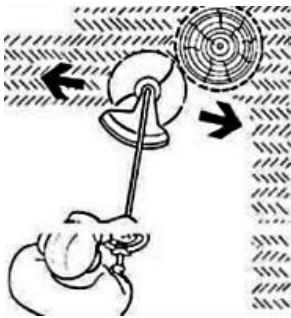

Рисунок 12
4.3.6 Не допускайте торкання котушки і тримерної жилки дротів, каменів, бордюрів, твердих покриттів доріжок, огорож і подібних огорож і предметів, так як це буде призводити до передчасного зносу (укорочення) тримерної жилки, пошкодження котушки або отриманню травм користувачем. Не допускайте торкання робочим інструментом стовбурів дерев, чагарників та інших насаджень для запобігання їх пошкодження (рис. 12).